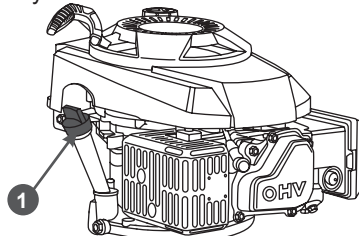

Рис. 17 Крышка-щуп маслосазливной горловины
5. Осторожно открутите крышку-щуп 1 (Рис. 17) маслосазливной горловины, протрите его насухо и отложите в сторону.